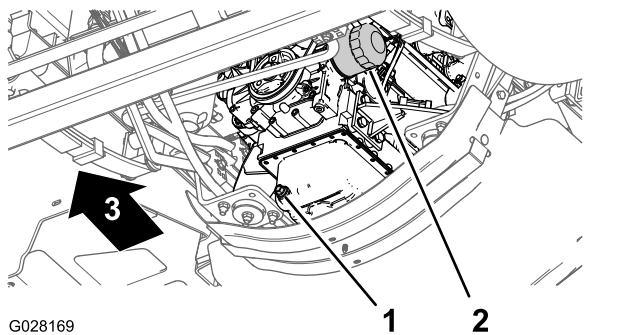

図 76
3. エンジンオイルフィルタの下にオイルを受ける容器をおく(図 76)。
4. 古いオイルフィルタ(図 76)を外す。
8. アダプタにフィルタを取り付け、ガスケットがアダプタに当たるまでフィルタを右に回し、そこから更に 1/2 回転増し締めする(図 76)。
1. ドレンプラグの下にオイルを受ける容器をおく(図 76)。
2. ドレンプラグ(図 76)を外して排出されるオイルを回収する。